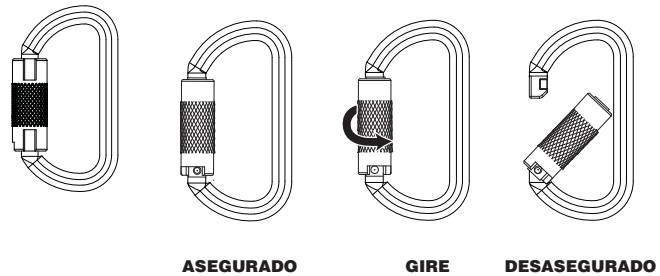

figura 3
2. Para conectar la argolla rectangular metálica al arnés, gire el cierre en sentido horario y empuje hacia el centro de la argolla rectangular metálica. Al colocar alrededor de un punto de conexión, libere el cierre para cerrar y asegurar. Vea la Figura 3. La unidad de cuerda salvavidas auto-retráctil debe conectarse al anillo en “D” de espalda.